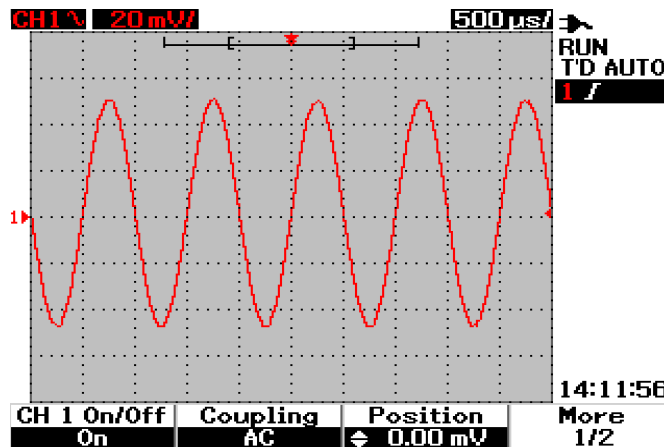

Abbildung 3-3 Anpassen der vertikalen Position der angezeigten Wellenform.
Sie können die Wellenform durch Drücken der variablen Taste F3 vertikal anpassen. In der folgenden Abbildung 3-3 ist die Einstellung für die Anpassung der vertikalen Position dargestellt.
- 2 Beim Drehen des Drehreglers  wird der entsprechende Voltwert unter der Überschrift „Position“, wie in Abbildung 3-3 dargestellt, angezeigt. Dieser Voltwert zeigt an, wie weit die Referenzerdung vom Mittelpunkt des Bildschirms entfernt ist.